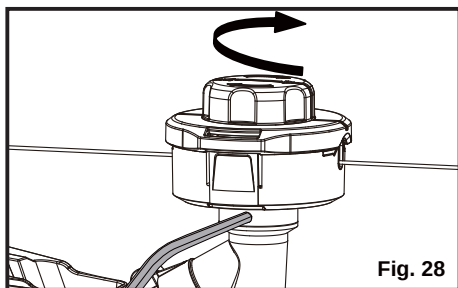

Fig. 28
- Inserte la llave hexagonal incluida en el orificio de la brida para bloquear el eje. Luego, gire el cabezal de la bordeadora hacia la derecha para sacarlo (Fig. 28).